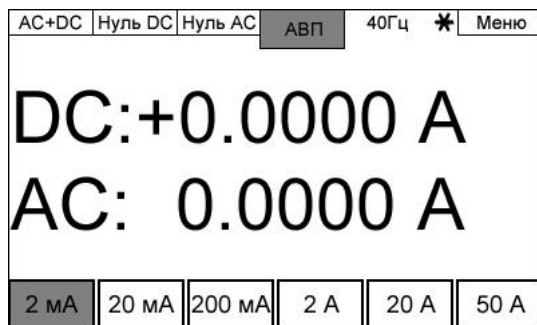

Рисунок 3.4 – Режим измерений “АВП”
3.2.3 Для диапазонов 2 mA, 20 mA, 200 mA, 2 A доступен режим автоматического выбора диапазона (АВП), который включается соответствующей клавишей в верхней части дисплея (рисунок 3.4).